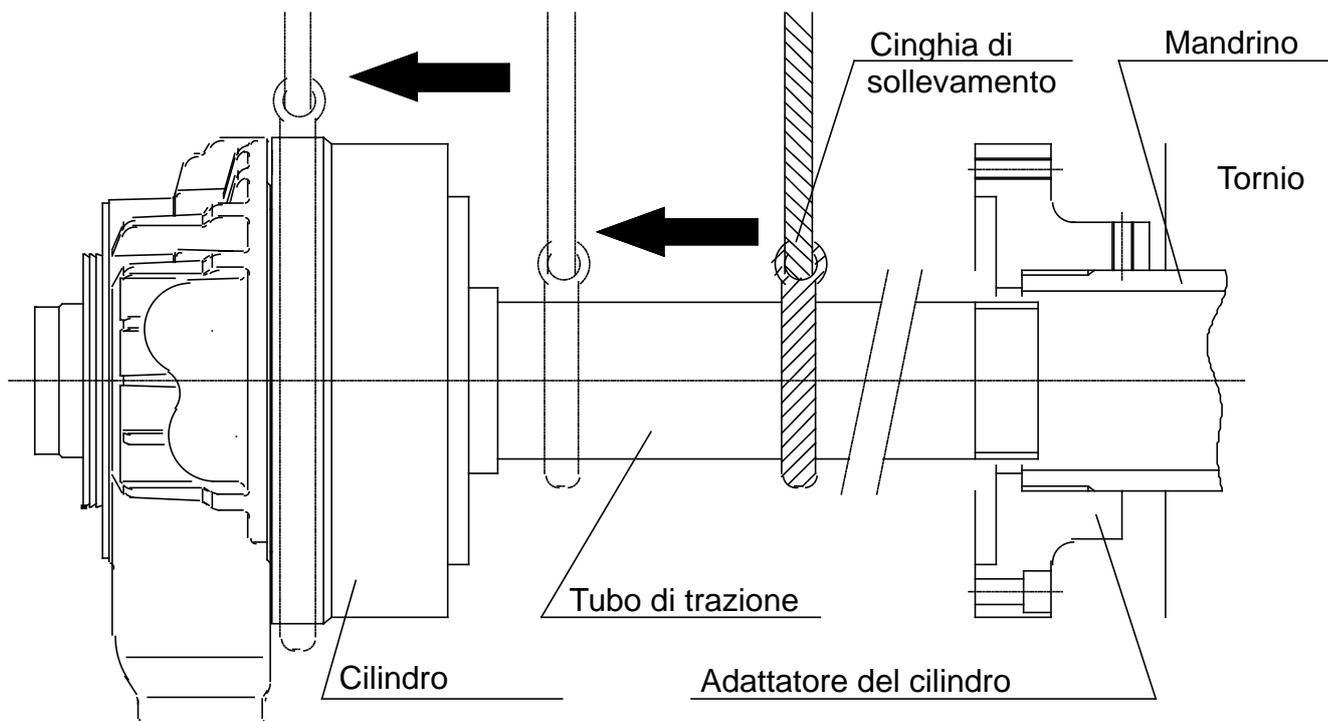

Fig.14
- Per la rimozione / installazione del cilindro, usare una cinghia di sollevamento e procedere nel seguente modo. (Fig.14)